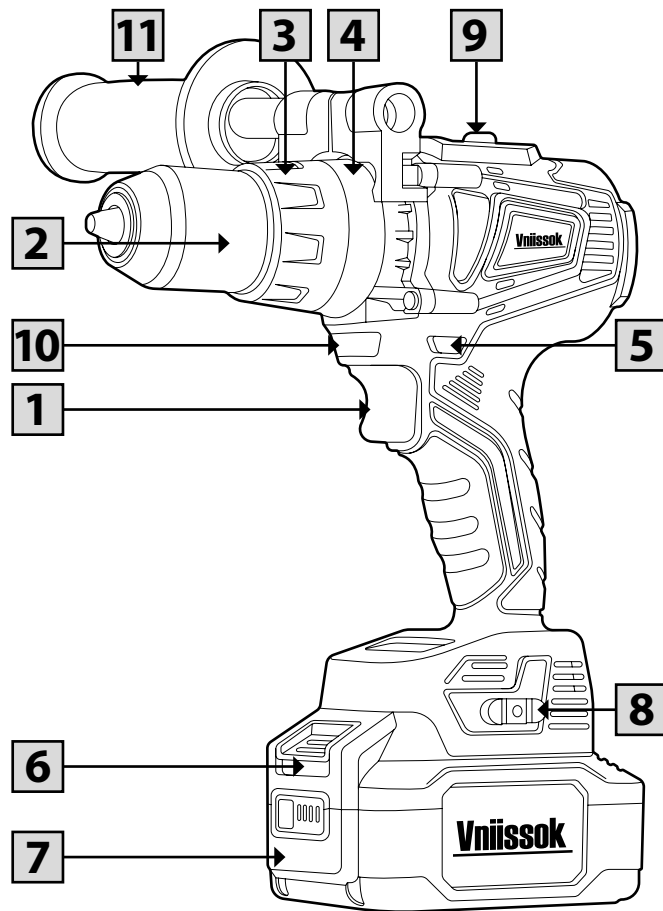

Рисунок 1.3.1.
- Для включения электроинструмента нажмите триггерный выключатель «1» (рисунок 1.3.1.) и держите его нажатым.
- Для выключения электроинструмента отпустите триггерный выключатель «1» (рисунок 1.3.1.).
Нажмите на триггерный выключатель «1» (рисунок 1.3.1.) для включения лампы. Лампа будет светиться пока выключатель будет оставаться в нажатом положении.
ВНИМАНИЕ! Пользуйтесь переключателем «5» (Рисунок 1.3.1.) только после полной остановки инструмента. Направления вращения патрона можно изменять с помощью переключателя «5», при отпущенной клавише выключателя «1». Для вращения вправо (для сверления и закручивания винтов и шурупов) прижмите переключатель направления вращения «5» влево до упора. Для вращения влево (для ослабления и выворачивания винтов и шурупов или отвинчивания гаек) прижмите переключатель направления вращения «5» вправо до упора. Зажатое в материале сверло можно легко освободить, используя обратное направление вращения. При этом держите электроинструмент в руках крепко.